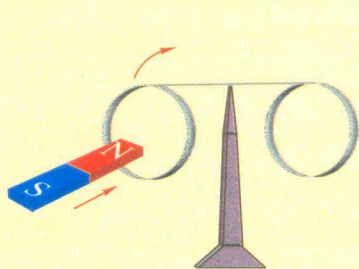

图 1-4-9
1. 如图1-4-9所示, 两个相同的铝制圆环中, 一个有切口, 固定在一根可以在水平面内自由转动的直杆上. 当磁铁磁极移近(不要碰到)完整的圆环时, 圆环会随磁铁运动, 好像被推动了; 拉出磁极, 圆环也跟过来. 同样操作对于另一个有切口的圆环, 则没有反应. 试解释道理何在?